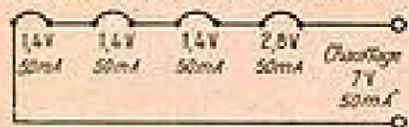

FIG. X-5
- b) tous les filaments en série. Attention! Dans ce cas, il est capital que les intensités de chauffage de chaque tube soient identiques. Supposons que nous ayons 4 tubes présentant tous une intensité de chauffage de 50 mA, les trois premiers sous une tension de 1,4 V et le quatrième sous une tension de 2,8 V. Nous pouvons les grouper comme il est montré sur la figure X-5. La tension de chauffage sera de 7 volts et l'intensité demandée à la pile sera de 50 mA.